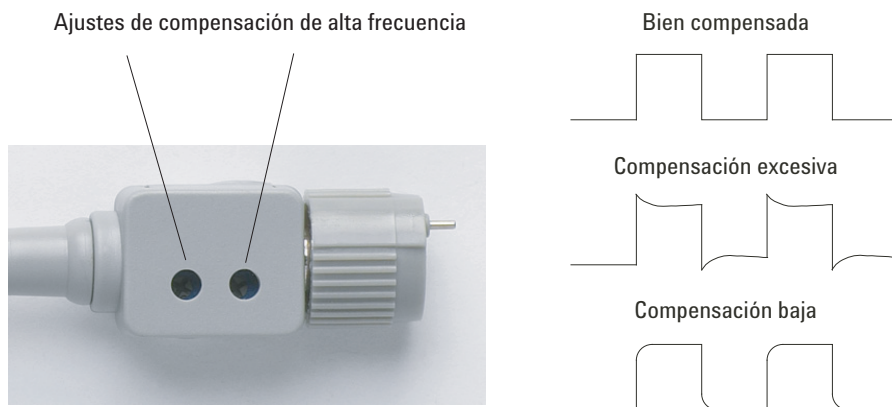

Figure 5 Compensación de sondas de alta frecuencia
- 4 Si la forma de onda no aparece como la forma de onda bien compensada que se ve en la **Imagen 5**, utilice una herramienta que no sea de metal para configurar los dos ajustes de compensación de alta frecuencia de la sonda en la onda cuadrada más plana posible.